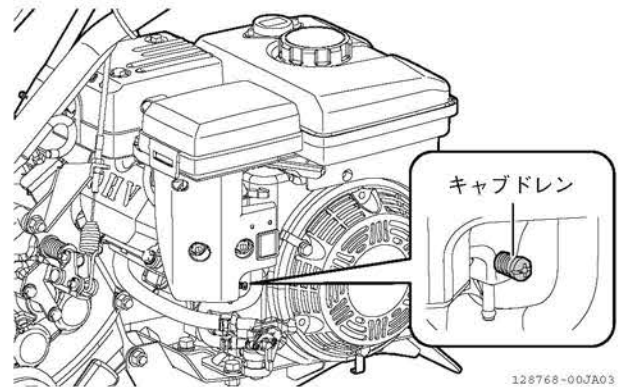

図 4-22 燃料の抜きかた
3. キャブドレンをゆるめます。キャブレター内の燃料が出てきます。（図 4-22）
4. 燃料が全部抜けきったら、キャブドレンを締めます。（図 4-22）